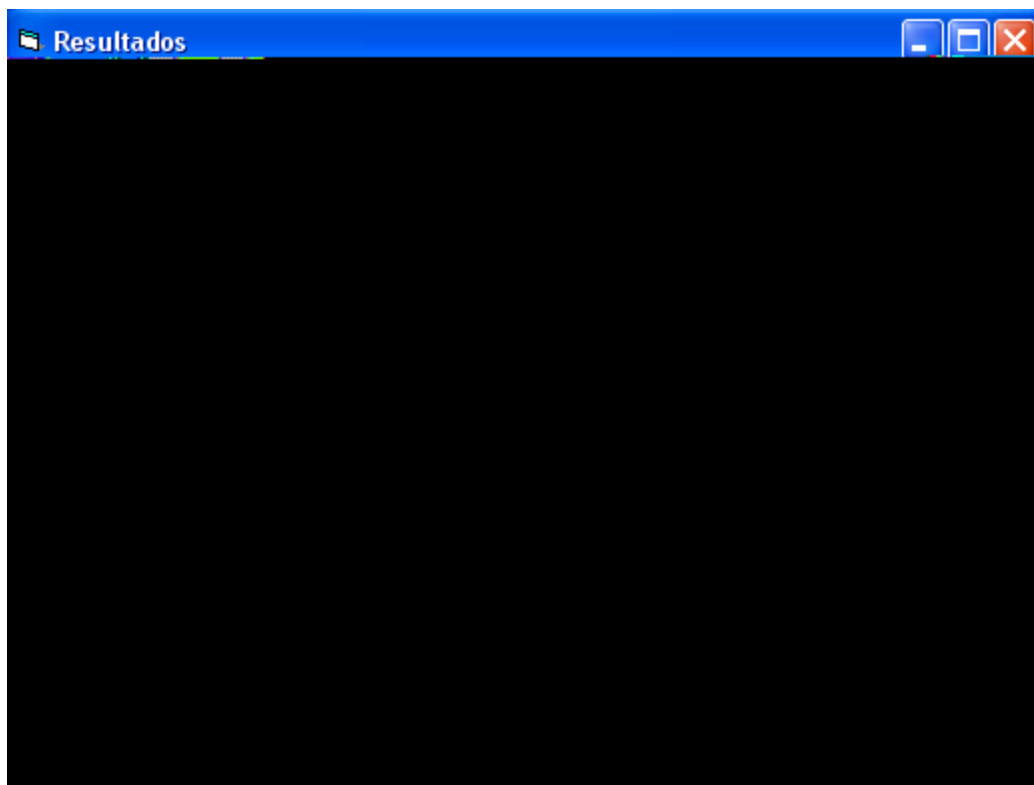

Figura C.19. Ejemplo de la ventana *Resultados*.
- ✓ En el caso de que se examine un solo ejemplar (*Nuevo* y *Abrir Ejemplar*), cuando el algoritmo llega a su fin, se muestra una ventana con el nombre de *Resultados* (Figura C.19) que contiene información de la solución obtenida.